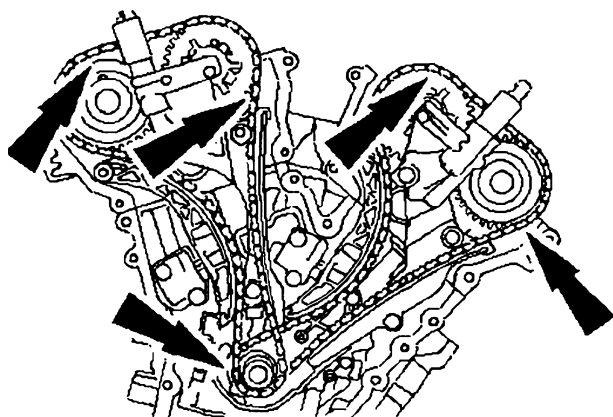

图 11-41 对齐正时标记
30) 顺时针转动曲轴 2 周, 确保当曲轴键槽位于 11 点钟位置时, 凸轮轴链轮上的正时标记应位于图 11-41 所示的位置。